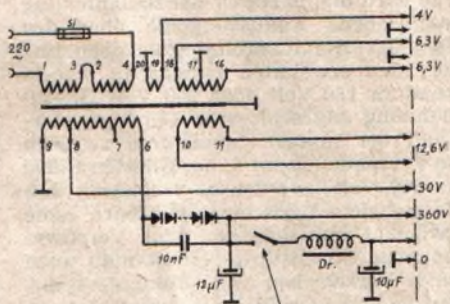

Abb. 9. Netzteil der Verstärker
6. Der Netzteil (Schaltplan Abb. 9) versorgt den Vor- und Hauptverstärker mit Strom; er ist üblicher Bauart.